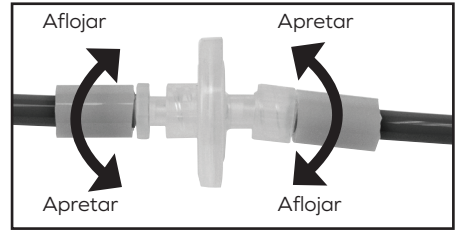

Fig. 5
4. Sujete la abrazadera de camisa a ambos lados del filtro y gírela hacia la izquierda para desconectar el filtro (Fig. 5).